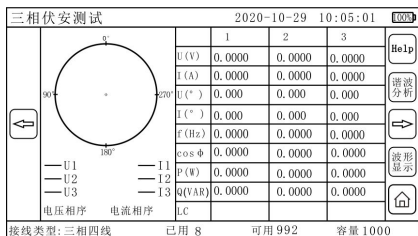
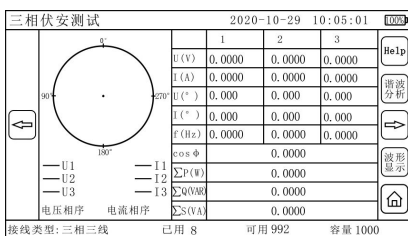
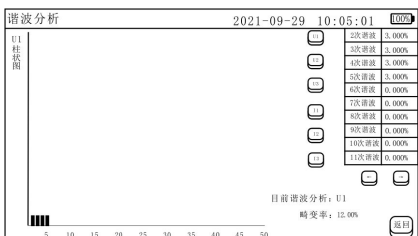
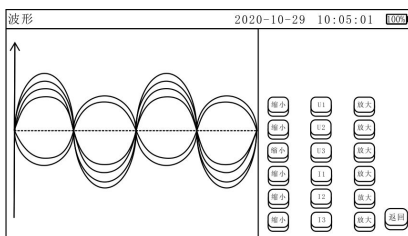

图 9（三相四线测试界面）
图 10（三相三线测试界面）
图 11（谐波分析界面）
图 12（波形显示界面）
(1) 进入如图 9 和图 10 所示测试界面后，仪器便会自动测量数据，并且每隔 0.3 秒显示一次测试数据。若需测量单相，只需连接所要测的相的接线即可，其他相不接线，否则会影响精度。如若想保存数据，只需要点击保存按键即可，保存数据时蜂鸣器会响一声。点击谐波分析按钮进入谐波分析界面（如下图 11 所示），点击图 a 中的 U1 会显示电压 U1 的 2~21 次谐波含量和柱状图，对应下方的目前谐波分析显示“U1”，左边柱状图纵轴也会显示“U1 柱状图”，同理点击 U2、U3、I1、I2 或 I3 会显示对应的数据，同时只能查看一个参数（U1、U2、U3、I1、I2 或 I3）的数据。若点击返回，回到压降测试界面。点击波形显示按钮进入波形显示界面（如下图 12 所示），能同屏显示两个周期的三路电压和三路电流的波形。点击 U1 按钮显示 U1 的黄色波形，点击 U2 的按钮显示 U2 的绿色波形，点击 U3 的按钮显示 U3 的红色波形，点击 I1 按钮显示 I1 的橘色波形，点击 I2 按钮显示 I2 的深绿色波形，点击 I3 按钮显示 I3 的紫色波形，再次点击按钮时波形会消失，点击对应的放大按钮能放大纵向坐标，使波形幅值变大，反之点击缩小按钮能使波形幅值变小。退出页面（点击页面下的 HOME 键或者左箭头）即可停止测试。